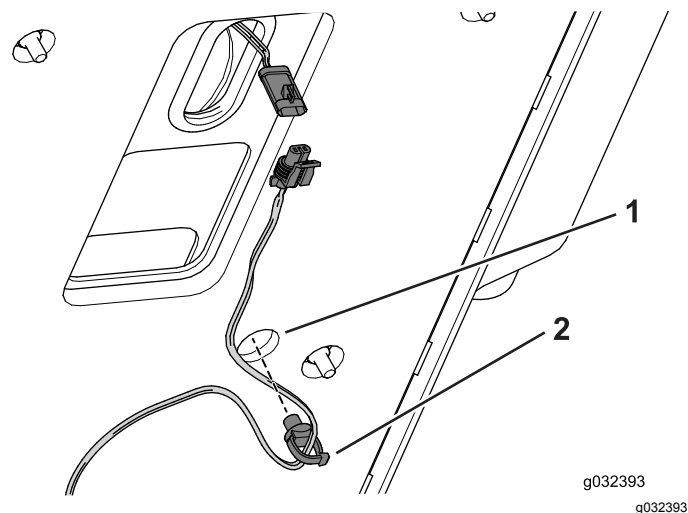

Bild 7
6. Bringen Sie den Kabelclip an der Unterseite der Sitzplatte an (**Bild 7**).
7. Schließen Sie den Sitzschalter am Kabelbaum an (**Bild 7**).